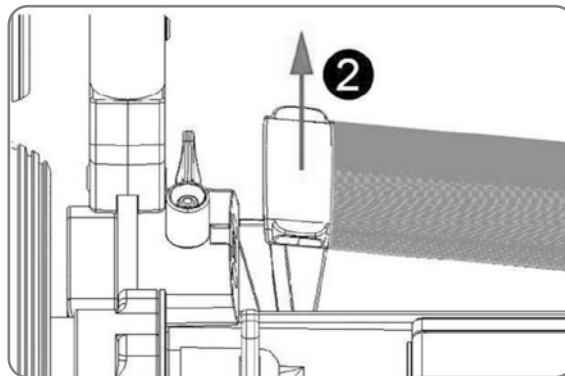

Abb. 11
2. Greifen Sie den Akku an der vorgesehenen Halterung und ziehen diese nach oben heraus (Abb. 11).